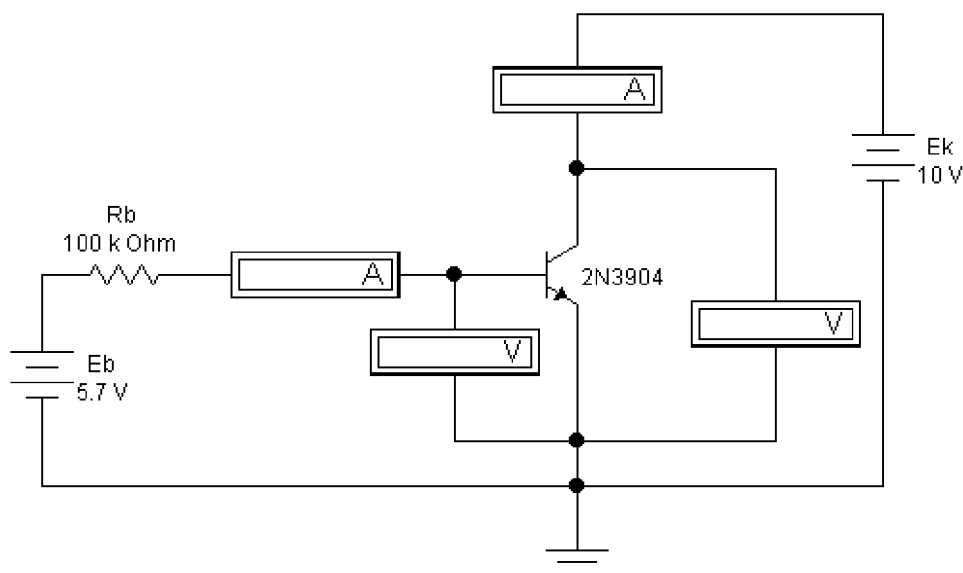

Рис. 8. Схема для определения статического коэффициента передачи тока транзистора
1. Соберите на рабочем поле схему, показанную на рис. 8. Включить схему. Записать результаты измерения тока коллектора, тока базы и напряжения коллектор-эмиттер. По полученным результатам подсчитать статический коэффициент передачи транзистора.
На схеме рис.8 изменить номинал источника ЭДС E_B до 0 В. Включить схему. Записать результаты измерения тока коллектора для данных значений тока базы и напряжения коллектор-эмиттер.
1. В схеме (рис. 8) провести измерения тока коллектора I_K для каждого значения E_K и E_B . По этим данным построить график зависимости I_K от E_K .
1. Собрать схему (рис. 8). Установить значение напряжения источника E_K равным 10 В и провести измерения тока базы I_B , напряжения база-эмиттер U_{BE} , тока эмиттера I_E для различных значений напряжения источника E_B . Обратите внимание, что коллекторный ток примерно равен току в цепи эмиттера.